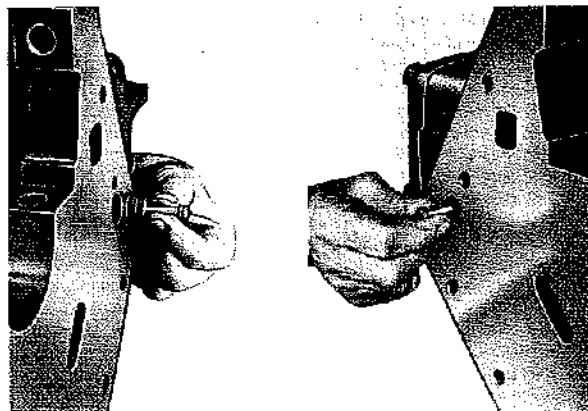

Fig. 18
- Lavare i condotti e l'interno del basamento. Asciugare con aria compressa. Chiudere i fori laterali esterni dei condotti principali con tappi conici e montare i tappi lato volano curando l'integrità degli anelli di tenuta (Fig. 18).